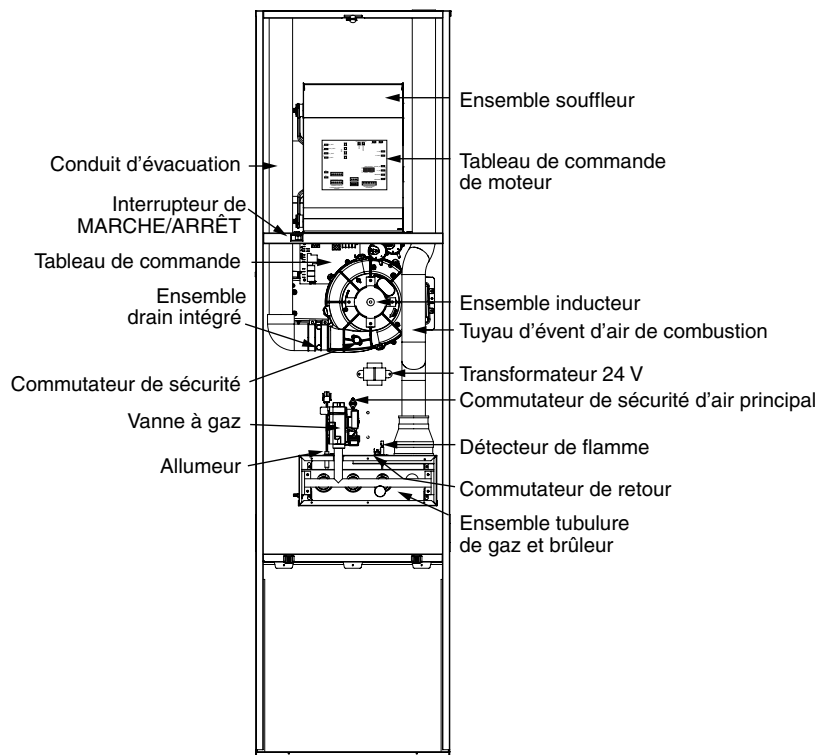

Figure 3. Composants des fournaises MG2S
2. L'interrupteur (à l'intérieur du compartiment de souffleur) est-il en position de marche (ON)? Voyez la Figure 3, \(page 8\).
Les composants de la fournaise illustrés à la Figure 3 facilitent l'identification et le repérage des différentes pièces de la fournaise. Il est essentiel que vous vous familiarisiez avec le robinet de gaz. Vous utilisez ce robinet pour mettre la fournaise en marche ou l'arrêter. Il n'y a aucune autre pièce réparable. Toutes les réparations doivent être effectuées par un technicien en CVC agréé.